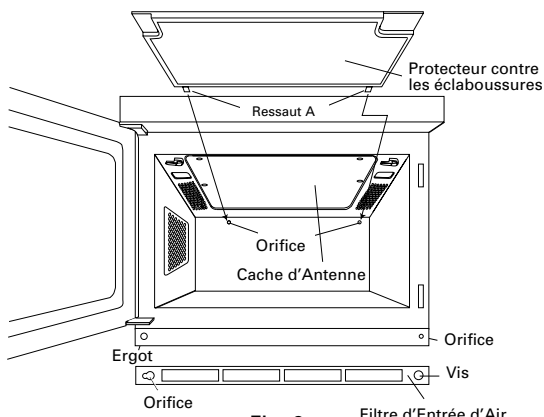

Fig. 2
Retirez le protecteur contre les éclaboussures comme indiqué Fig. 2 et séparez le cadre du couvercle.
N'oubliez pas de débrancher le cordon d'alimentation. Tournez les 2 languettes maintenant en place le couvercle du plafond du four au plafond de la cavité du four comme illustré Fig. 2, puis tirez doucement le couvercle vers le bas pour le détacher du plafond de la cavité du four. Ensuite, séparez le couvercle du cadre. Il est maintenu en place par 4 loquets.
N'oubliez pas de débrancher le cordon d'alimentation. Replacez le couvercle à l'intérieur du cadre. Insérez le ressort A (2) dans les 2 orifices situés sur la paroi arrière de la cavité, puis insérez le ressort B (2) dans les 2 orifices du plafond de la cavité du four comme illustré fig. 2. Puis reglissez les languettes en place.